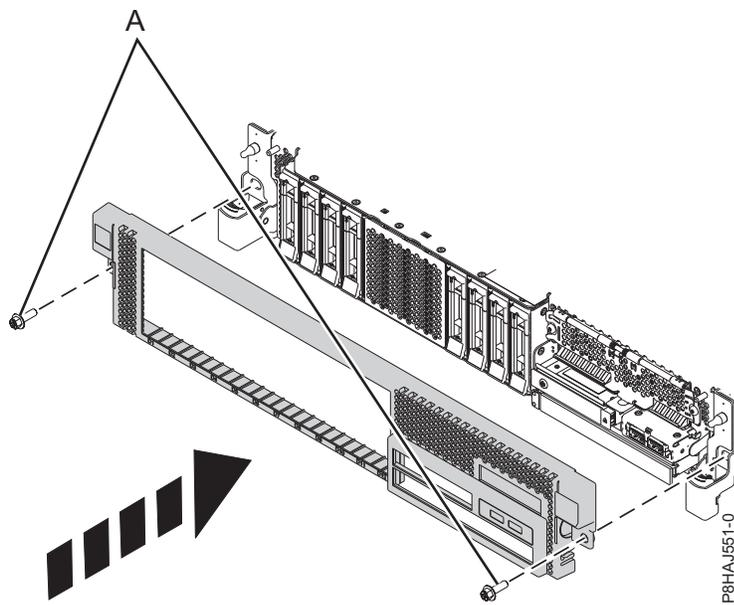

Abbildung 33. Vordere Abdeckung installieren
3. Verriegeln Sie die Entriegelungshebel in die in Abb. 33 auf Seite 53 dargestellte Richtung. Die Abdeckung schnappt ein und weist eine Vertiefung auf, an der Sie sie leichter festhalten können.
4. Bringen Sie die Transportschrauben (A) wieder an.